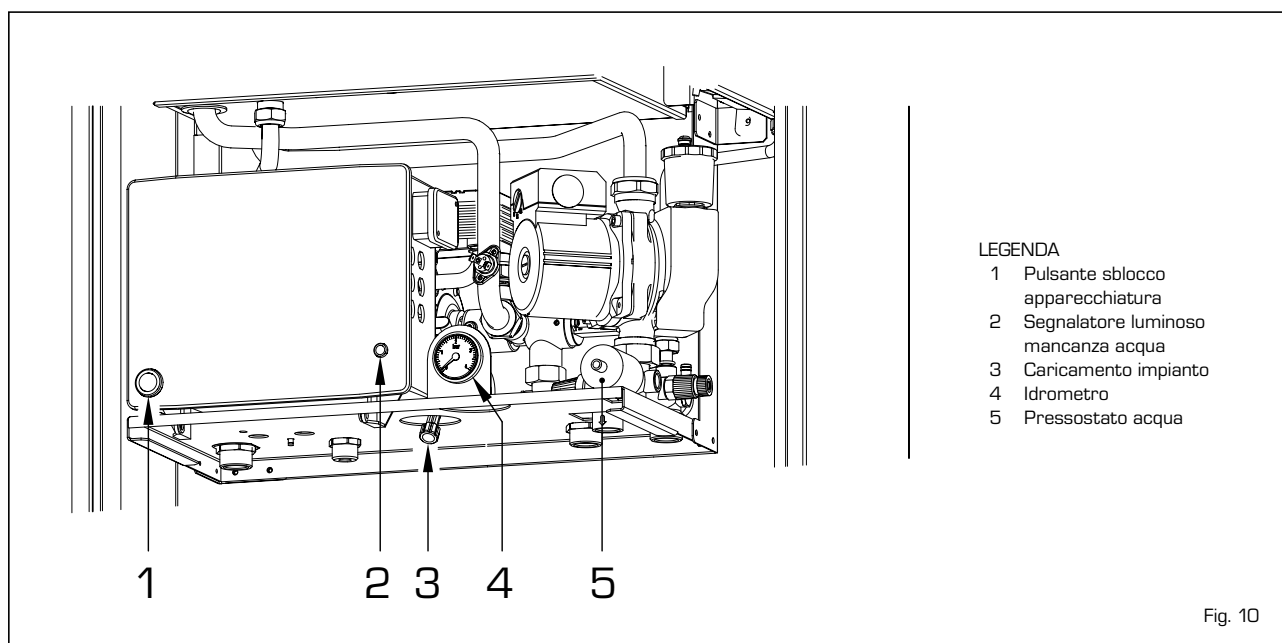

Fig. 10
Intervento del pressostato acqua (5 fig. 10) che blocca il funzionamento dell'apparecchio quando la pressione dell'acqua in caldaia è inferiore a 0,6 bar. Nella caldaia l'intervento del pressostato è segnalato dall'accensione di una spia rossa ad intermittenza (2 fig. 10). Per ripristinare il funzionamento dell'apparecchio è possibile agire in due modi:
A) Caricamento dalla caldaia: agire sul rubinetto di caricamento (3 fig. 10) riportando la pressione sul valore di 1-1,2 bar rilevabile sull'idrometro (4 fig. 10).
Una anomalia nella fase di accensione o durante il funzionamento potrebbe causare il blocco dell'apparecchiatura elettronica, visualizzando il messaggio nel display e, nella caldaia, attivando l'accensione del pulsante di sblocco (1 fig. 10). Premere il pulsante perché la caldaia si